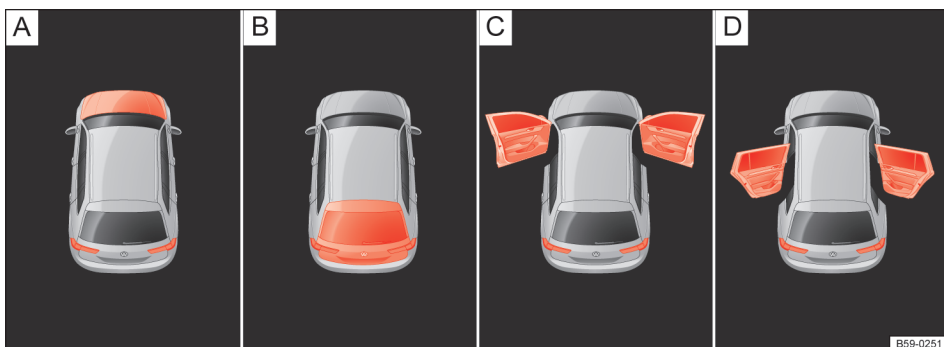

图 15 显示屏显示：① 发动机舱盖处于打开状态 ② 行李厢盖处于打开状态 ③ 前车门处于打开状态 ④ 后车门处于打开状态
- 车门、发动机舱盖和行李厢盖未关闭→图 15。
→图 15 说明:
- 车门、发动机舱盖和行李厢盖未关闭→图 15